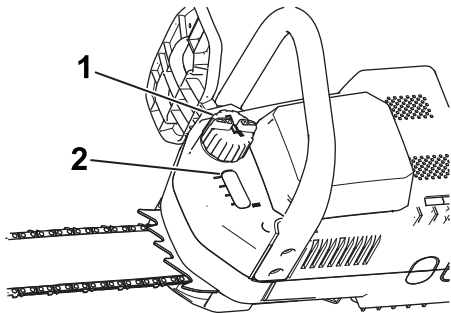

Bild 1
2. Reinigen Sie den Bereich um den Öldeckel (Bild 1).
3. Nehmen Sie den Deckel ab und Sie gießen Öl in die Kettensäge, bis das Öl das Schauglas füllt (Bild 1).